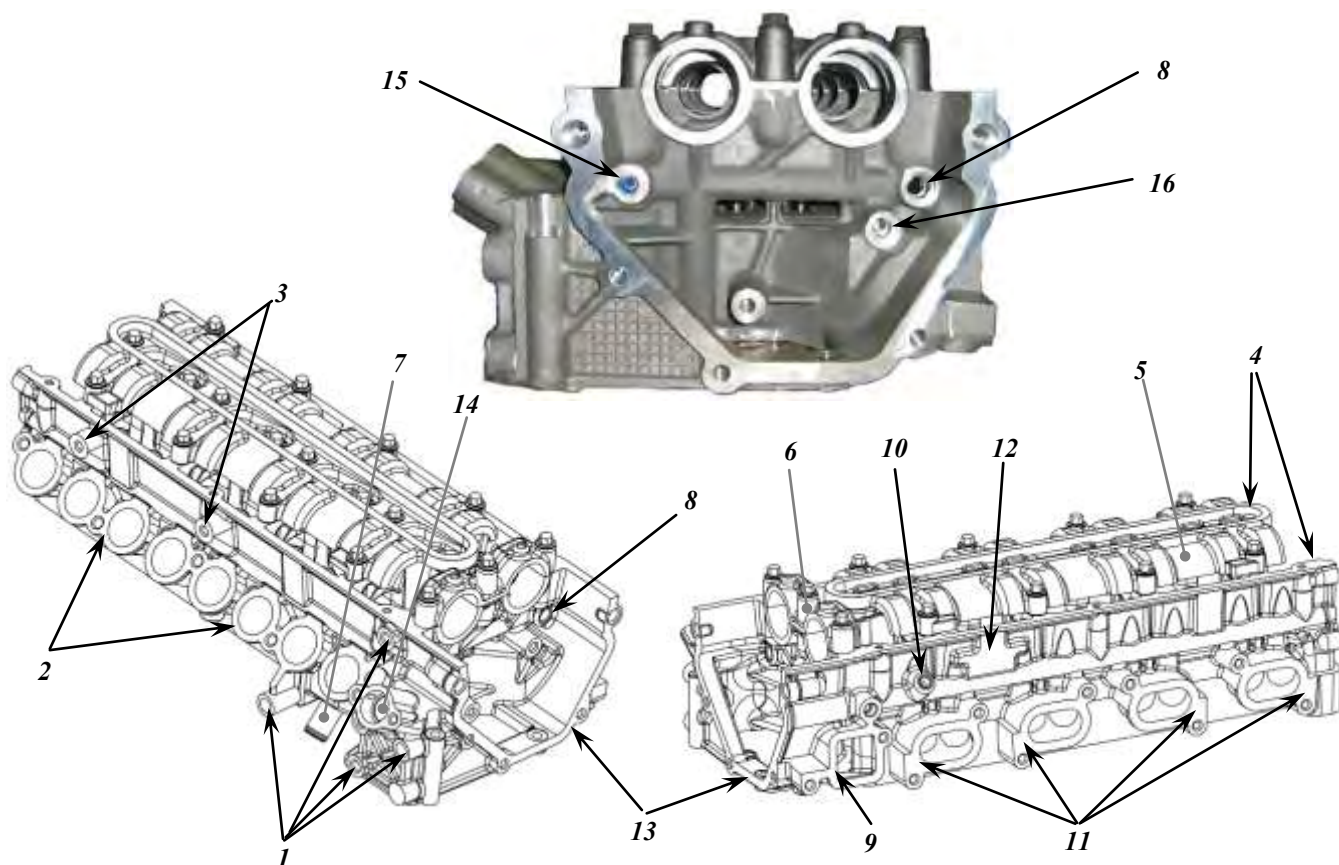

Рис.11. Головка цилиндров:
**Головка цилиндров (рис.11)** – отлита из алюминиевого сплава. В головке цилиндров располагаются впускные и выпускные газовые каналы, по два на каждый цилиндр; рубашка охлаждения для отвода тепла от нагретых стенок камеры сгорания, распылителей топливных форсунок, седел и направляющих клапанов; каналы системы смазки; в верхней части головки цилиндров располагаются опоры распределительных валов и гидроопор рычагов привода клапанов, а так же колодцы под топливные форсунки, свечи накаливания и болты крепления головки к блоку цилиндров. Снаружи имеются бобышки с резьбовыми отверстиями и фланцевые поверхности для установки и крепления навесного оборудования, ТНВД, генератора, топливного аккумулятора, впускной трубы, выпускного коллектора, передней и задней крышек, крышки клапанов. Крышки 2, 3, 4 и 5-й опор распределительных валов выполнены единым блоком, крышки первых опор так же выполнены единым блоком, крышки распределительных валов обрабатываются в сборе с головкой, поэтому, они не взаимозаменяемы с крышками других головок. Масса головки цилиндров 15 кг.